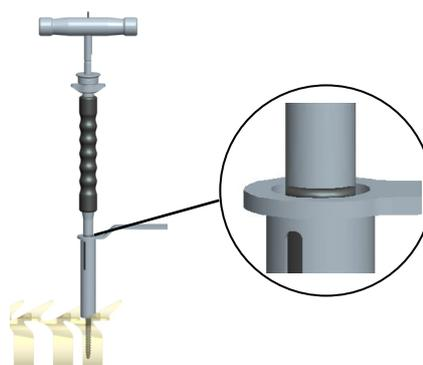

图 7a
- 当椎弓根钉的上端与护套的上端平齐时，说明椎弓根钉差不多已经打到位（图 7a）。